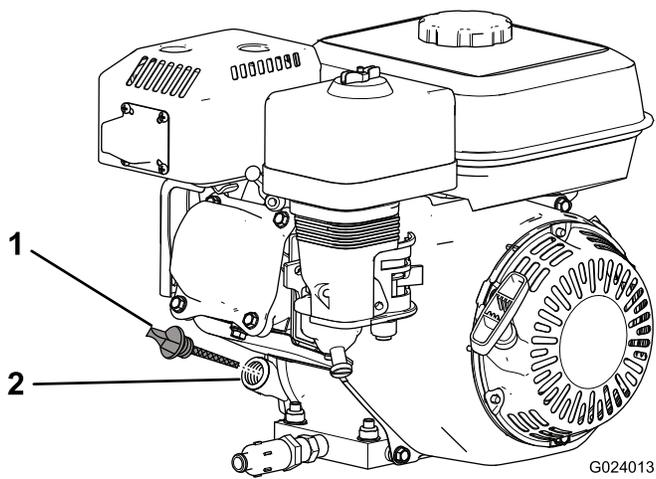

Figura 26
2. Spegnete il motore, lasciatelo raffreddare e pulite l'area attorno al tappo/asta di rabbocco dell'olio.(Figura 26)